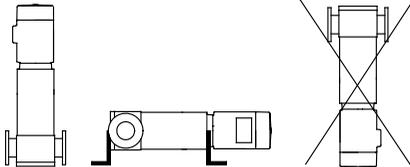

Fig. 2 Poziționarea pompei
- Instalați întotdeauna pompa cu motorul deasupra pompei pentru a evita supraîncălzirea rulmenților motorului. Vezi fig. 2.